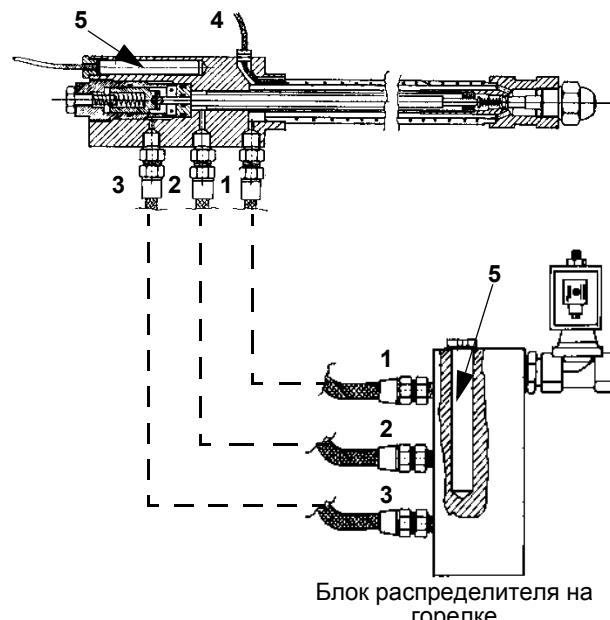

Рис. 26
- Открутить мазутные соединительные детали Е, которые крепят мазутные шланги к фурме, и снять последностью весь узел, как показано на Рис. 26.